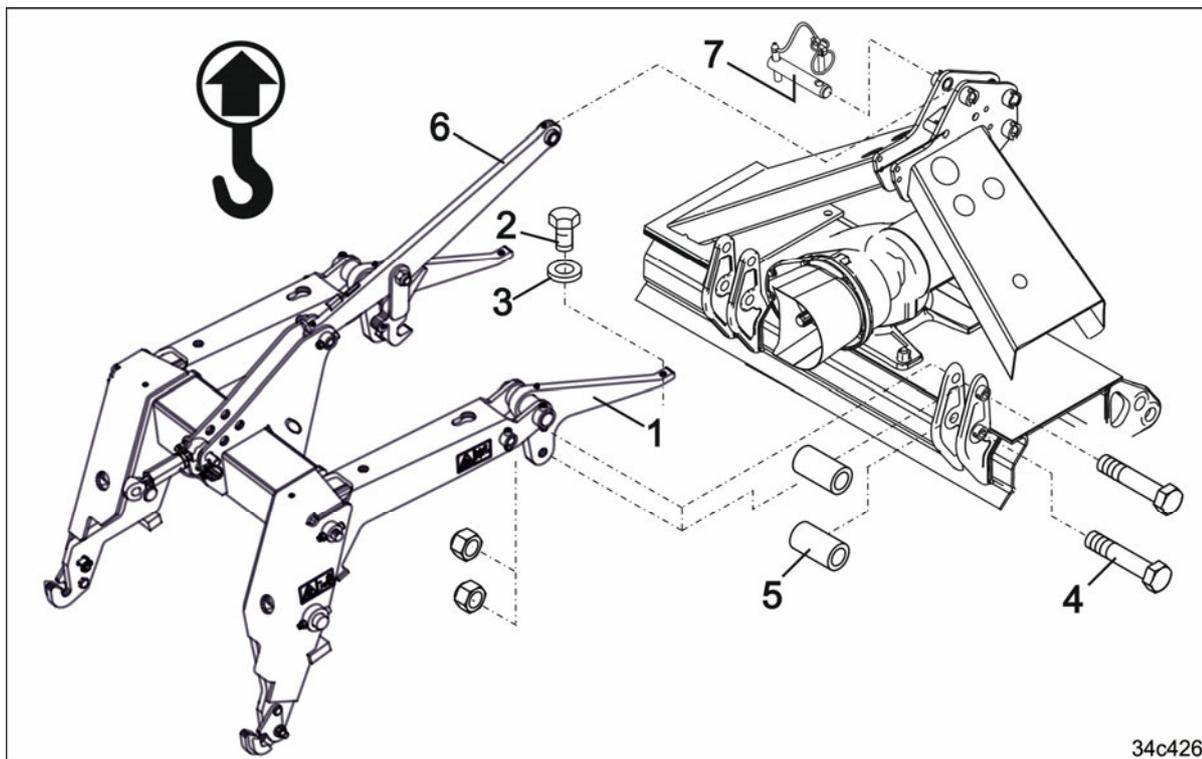

Fig. 82
5. Den Bügel (Fig. 82/1) an der Bodenbearbeitungsmaschine anschrauben mit
- o zwei Maschinenschrauben (Fig. 82/2) mit Scheiben (Fig. 82/3)
- o 4 Schrauben (Fig. 82/4) mit 4 Distanzhülsen (Fig. 82/5).
6. Den Oberlenker (Fig. 82/6) mit einem Bolzen (Fig. 82/7) abstecken und mit einem Klappstecker sichern.